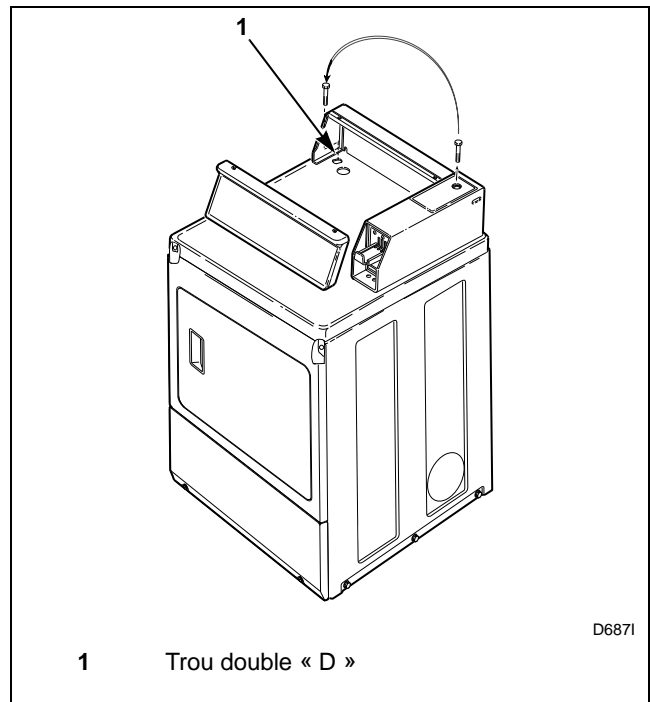

Figure 34
- Enlever la vis à tête Philips de la porte de service (se reporter à la Figure 34).